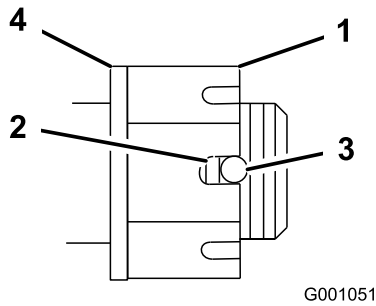

Figure 41
4. Serrez l'écrou crénelé à 170 Nm (125 pi-lb) (Figure 41).
5. Mesurez l'espace entre la base de la fente de l'écrou et le bord intérieur du trou. On ne doit pas voir plus de deux filets (Figure 41).
7. Serrez l'écrou crénelé à 170 Nm (125 pi-lb) (Figure 41).
8. Serrez l'écrou jusqu'à ce que la série de fentes suivante soit en face du trou de l'axe (Figure 41).